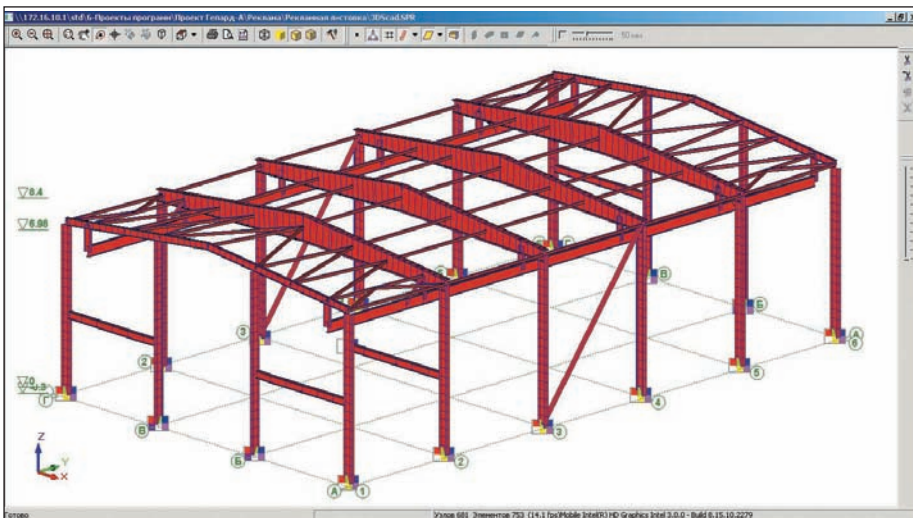
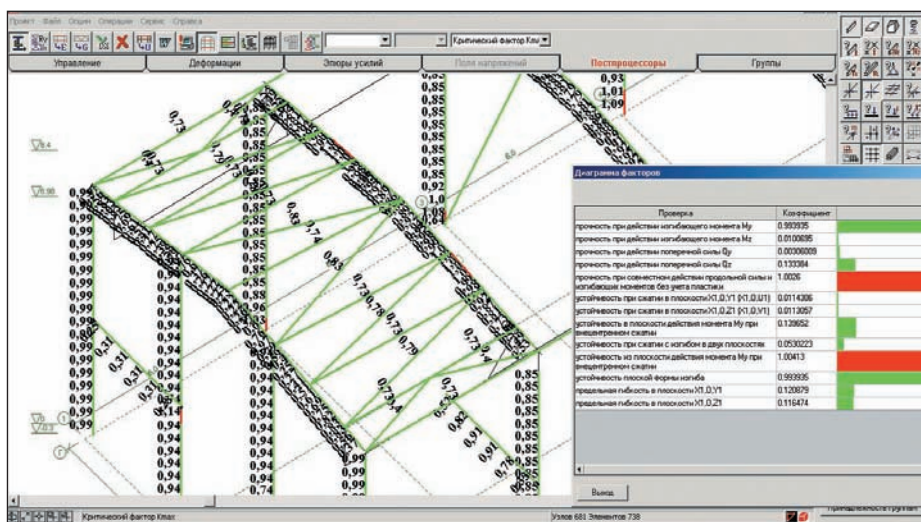
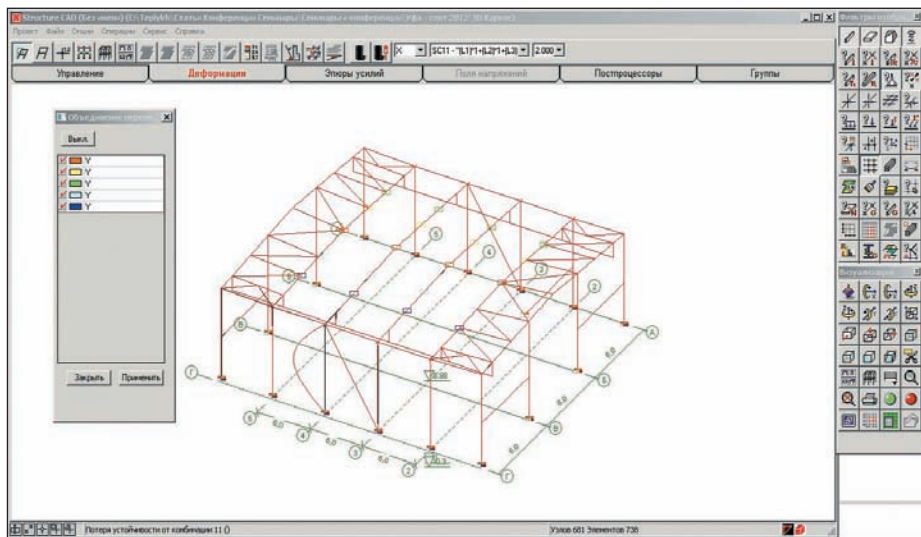

Рис. 7. Трехмерная расчетная модель в программе SCAD, построенная на основе плоских рам, созданных в Гепард-А
Рис. 8. Фрагмент модели SCAD с отображением максимальных коэффициентов использования и диаграммы факторов в наиболее нагруженном элементе ригеля
Рис. 9. Первая форма потери устойчивости каркаса в SCAD ($Y_s=1,66>1,3$)
4. Выполняется экспорт расчетной модели в SCAD, где выстраивается трехмерная модель (рис. 7) и выполняются установленные нормативными документами проверки. На рис. 8 представлены коэффициенты использования несущей способности и диаграмма факторов в программе SCAD, а на рис. 9 показана первая форма потери устойчивости каркаса, полученная в программе SCAD. Следует отметить, что согласно п. 4.2.6 и 4.3.2 СП 16.13330.2011 [3] оценка общей устойчивости каркаса является обязательной. Оценка общей устойчивости и нормируемый коэффициент запаса устойчивости $Y_s=1,3$, наряду с привычным поэлементным расчетом, существенно повышают качество расчетного обоснования и надежность конструкций даже для традиционных каркасов, у которых, как правило, поэлементный расчет полностью обеспе-